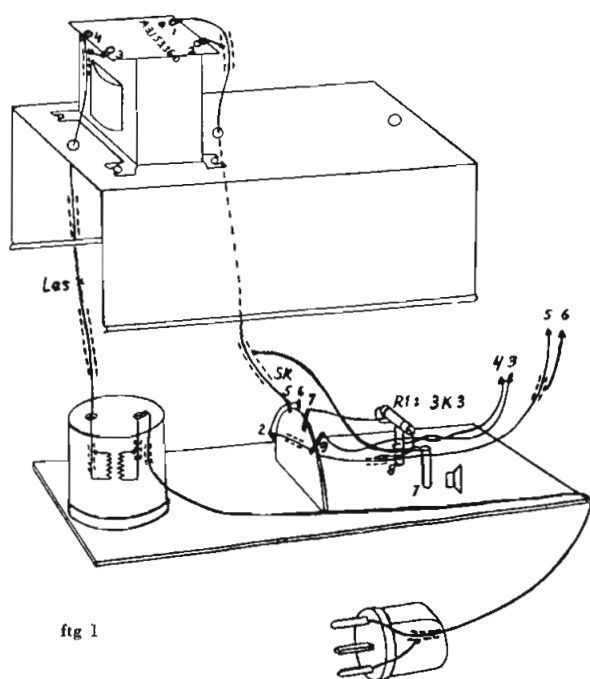

fig 1
2. De transformator A3 153 36.0 aan de achterzijde van de unit op het metalen huis monteren, waartoe in dit laatste behalve de gaten voor bevestiging van de transformator, ook nog een gat wordt geboord om de bedrading te kunnen doorvoeren. (zie fig. 1)